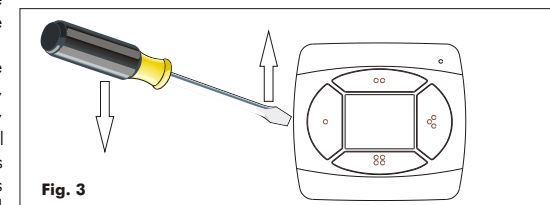

Fig. 3
- 2) remover las baterías haciendo palanca con la punta del destornillador sobre el nicho a semicírculo presente sobre el perímetro de la cavidad lleva batería (Fig. 3).